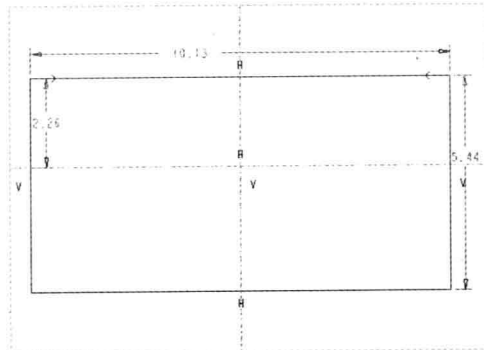

图 13-21 对称约束图形 1
Step 03 在“功能区”选项板的“草绘”选项卡中，单击“约束”面板中的“对称”按钮，在绘图区依次选择左上方和右上方的端点，然后选择垂直中心线，对称约束图形，如图 13-21 所示。